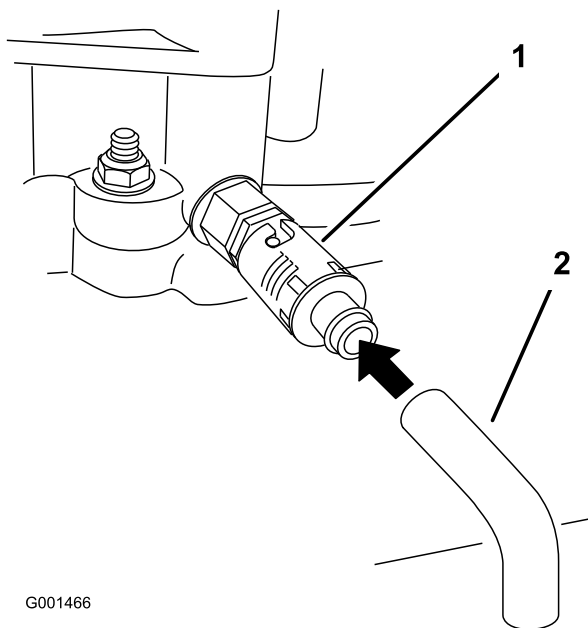

Bild 27
- Stellen Sie eine Auffangwanne unter den Ablassschlauch. Drehen Sie das Ölablassventil, damit das Öl herauslaufen kann (Bild 27).
- Entfernen Sie den Ablassschlauch (Bild 27).